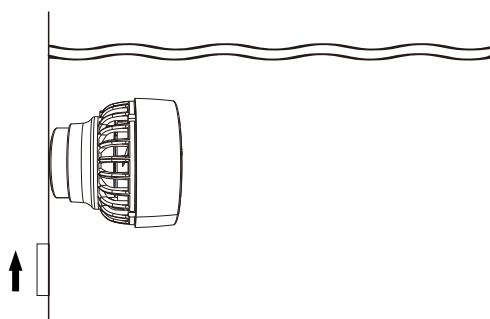

Figura 1
- 1.Instalación de la bomba: Retire la ventosa magnética trasera del soporte del cuerpo de la bomba de creación de olas. Instale el cuerpo de la bomba en la posición media de la pared interior del acuario. Fijelo firmemente a la superficie interior del acuario con las ventosas de goma, o utilice una ventosa de goma giratoria. A continuación, mueva la ventosa magnética trasera en diagonal para adherirla a la pared exterior del acuario. Nota: Debido a la potente fuerza magnética, tenga cuidado de no pellizcarse la mano. Como se muestra en la figura 1.